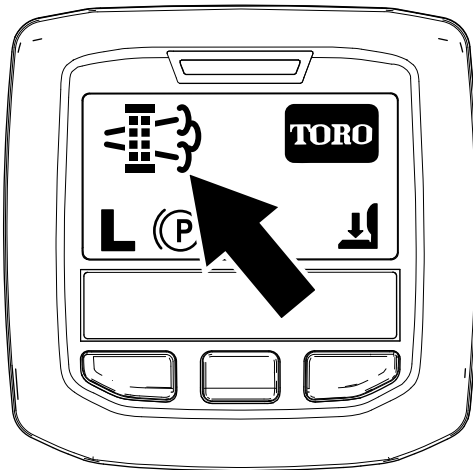

Bild 54
- Wenn der Motorcomputer eine geparkte Regenerierung oder eine Wiederherstellung-Regenerierung anfordert, wird das Symbol für die Anforderung einer Regenerierung (Bild 54) im InfoCenter angezeigt.